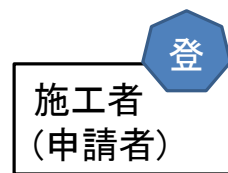

図1. 施工者が登録業者
- ① 施工者(申請者)がクリーンウッド法の登録業者等の場合(図1)